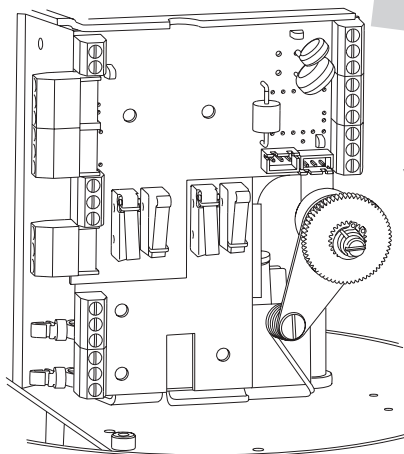

Рис. 21
- Установите плату дополнительных датчиков положения (рис. 21).